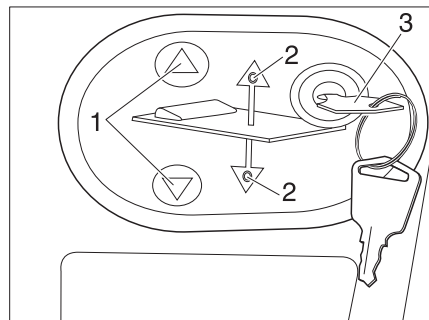

Bild 172 Bedienpanel für elektrisches Hubbett
- Schlüssel (Bild 172,3) in das Bedienpanel stecken.
- Auf Taste  oder  (Bild 172,1) drücken und gedrückt halten. Die jeweilige LED (Bild 172,2) leuchtet und das Hubbett senkt oder hebt sich.
- Wenn die gewünschte Position erreicht ist, Taste  oder  (Bild 172,1) wieder loslassen. Die jeweilige LED (Bild 172,2) erlischt.
- Schlüssel (Bild 172,3) abziehen.